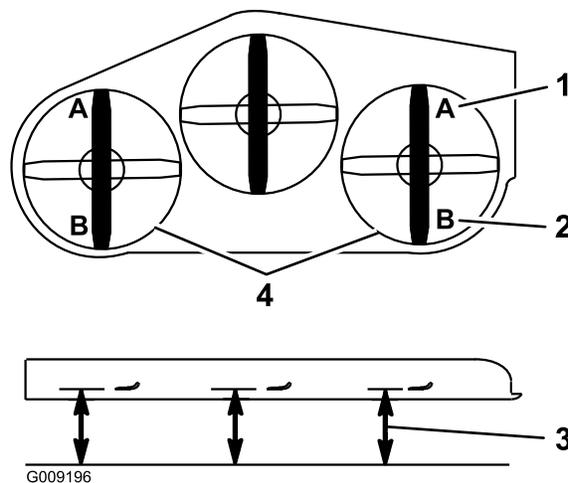

Figura 72
9. En ambos lados de la carcasa, mida desde la superficie nivelada hasta la punta delantera de la cuchilla (Posición A). La distancia debe ser de 7,6 cm (Figura 72).
15. En ambos lados de la carcasa, mida desde la superficie nivelada hasta la punta trasera de la cuchilla (Posición B). La distancia debe ser de 8,3 cm (Figura 72).